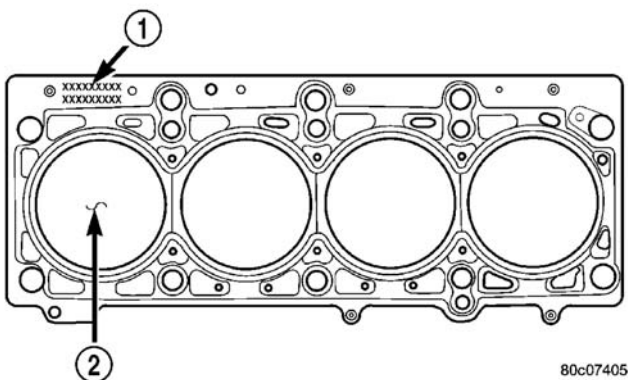
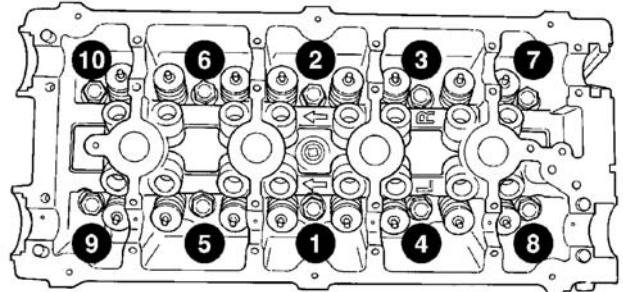

图 18 气缸盖垫片位置
图 19 气缸盖拧紧顺序
(17) 卸下摇臂。（参见 9-发动机/气缸盖/摇臂-拆卸）
(18) 按与紧固的相反的顺序卸下气缸盖螺栓（图 19）。
(19) 从发动机体卸下气缸盖。
(20) 检查和清洁气缸盖。（参见 9-发动机/气缸盖-检查）（参见 9-发动机/气缸盖-清洁）
(1) 螺栓在安装前应先对其螺纹涂上发动机油。
(2) 将气缸盖垫片置定在发动机体上（图 18）。
(3) 将气缸盖安装到发动机体上。
(4) 按（图 19）所示拧紧气缸盖螺栓。用 4 步扭矩转动法，依下列数值拧紧：